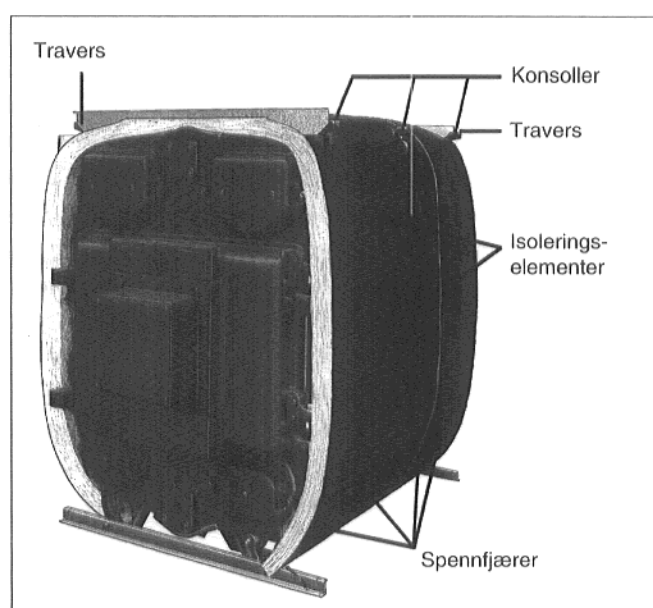

Fig. 37
- Når isoleringselementene er lagt på kjeleblokken jf. punkt 9.2, må konsollene testes og isoleringselementene kuttes inn på disse stedene. Konsollene trykkes ut av isoleringselementene på innsnittene (fig. 37).
- Den lange traversen oppe foran og den korte traversen bak oppe må skrues på de to endeelementene med skruene M 8 x 16. Kantene må peke utover (fig. 37).